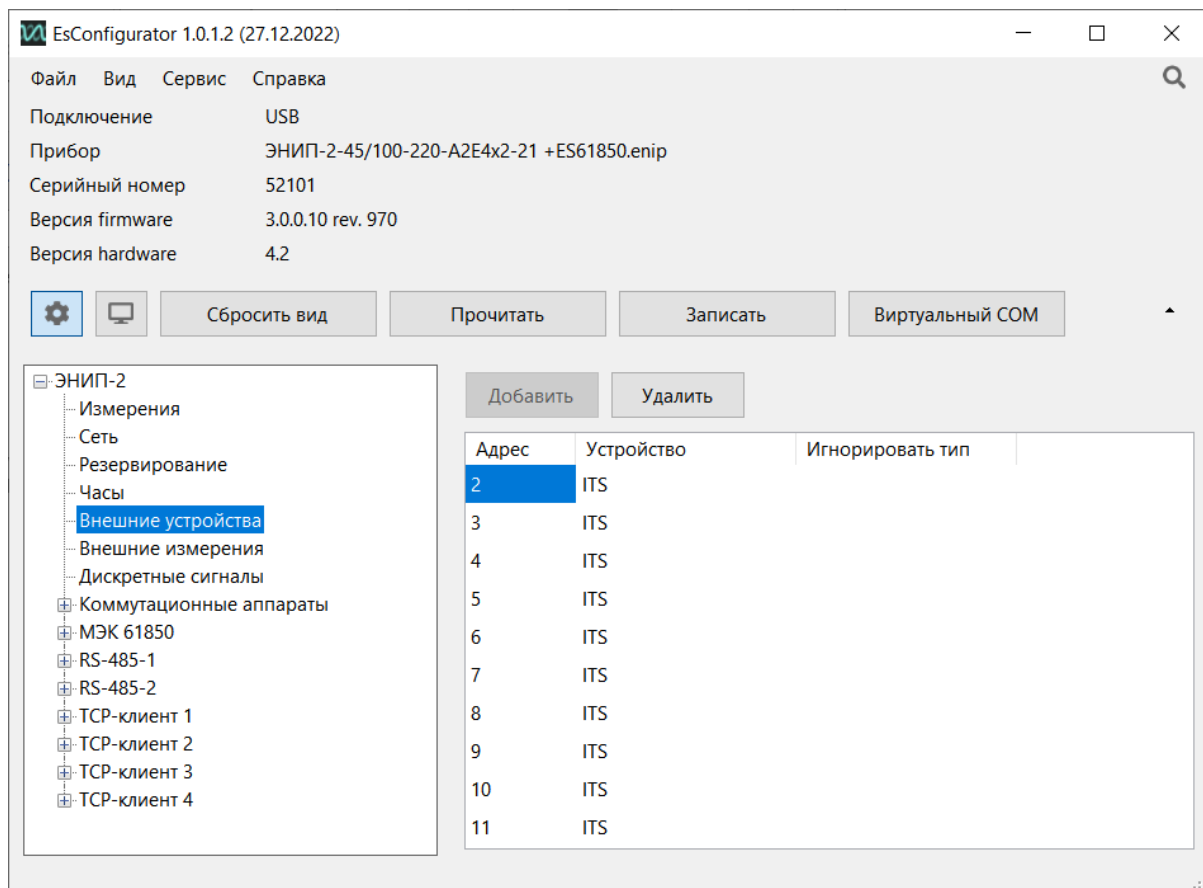

Рисунок 5.4. Добавление датчиков в конфигурацию ЭНИП-2
1. В разделе *Внешние устройства* конфигурации ЭНИП-2 добавить датчики ITS и указать их адреса (можно добавить до 10 датчиков), см. рис. 5.4.